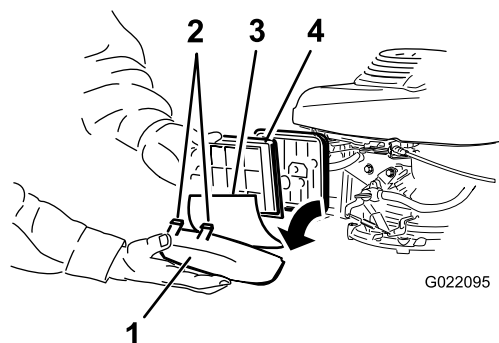

Figure 25
4. Déposez le couvercle et déposez le préfiltre en mousse qui y est fixé (Figure 25).
6. Déposez et examinez l'élément filtrant en papier (Figure 25).
7. Placez le préfiltre en mousse dans le couvercle du filtre à air Figure 25.